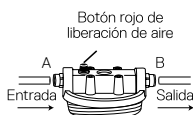

Figura 6
7. Inserte la tubería de suministro de agua al puerto marcado con "IN" (ver Figura 6, A) e inserte la tubería de la llave de agua en el puerto marcado con "OUT" (ver Figura 6, B). Remítase a la sección "Utilización de los accesorios de presión," inserte la tubería plástica en los accesorios, cerciorándose de que el extremo de la tubería quede firmemente asentado contra el tope trasero.